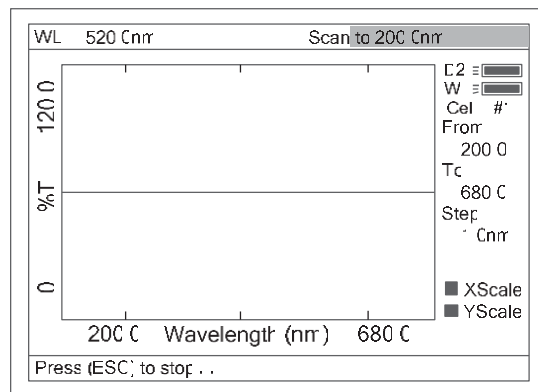

Fig 43
3. Coloque la cubeta del blanco en la trayectoria del haz de luz, pulse **0Abs/100%T** para hacer el barrido de la línea base (Fig 43). Pulse **ESC** para detener el barrido.